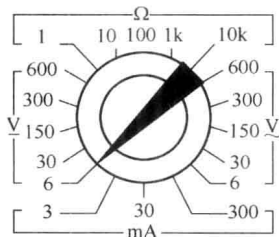

图 1-9 直流电压测量挡示意图
(3) 测量直流电压的功能。测量直流电压大小是其常用测量功能。将万用表转换开关置于直流电压挡，即“V-”挡，如图 1-9 所示。这一测量挡有许多挡位，测量不同大小的电压时应合理选择不同的测量挡位，使指示精度最高。